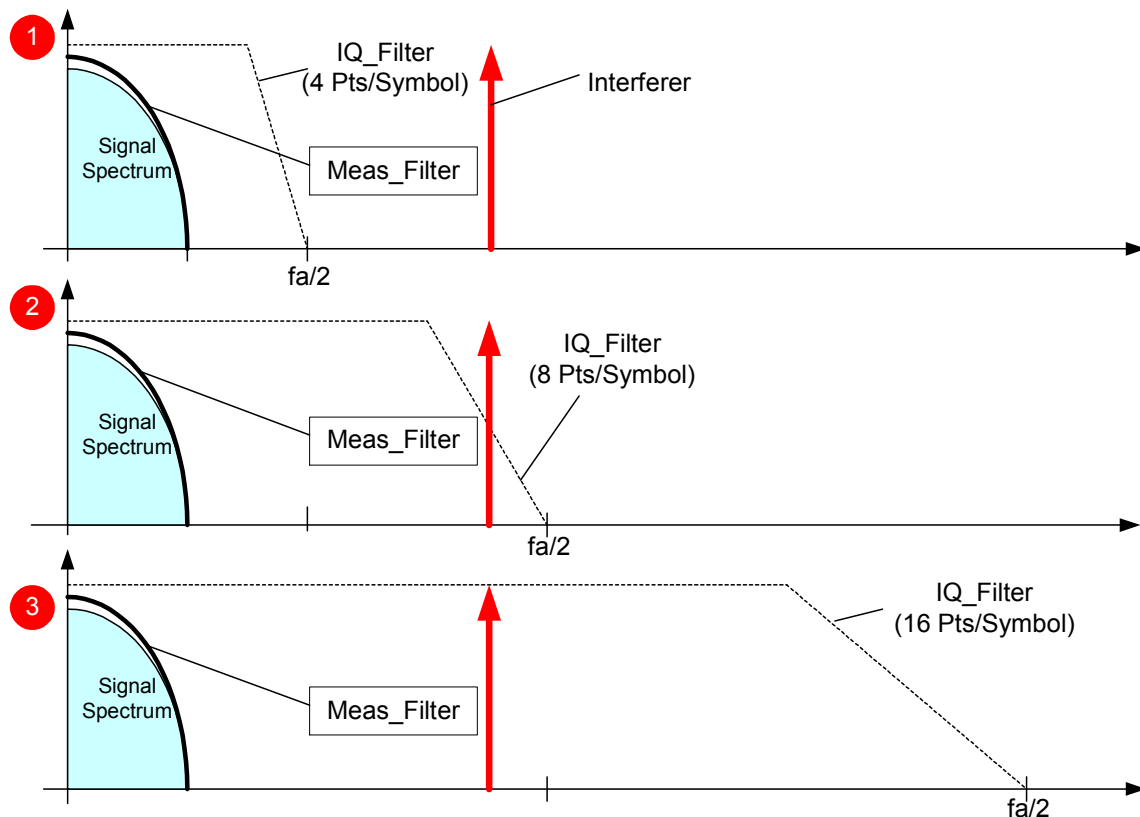

Bild 27 Auswahl der Überabtastraten (IQ Bandbreite, Störungen)
Bild 27 zeigt das Spektrum eines digital modulierten Signals, das mit den Überabtastraten von 4 (1), 8 (2), bzw. 16 (3) abgetastet wurde.